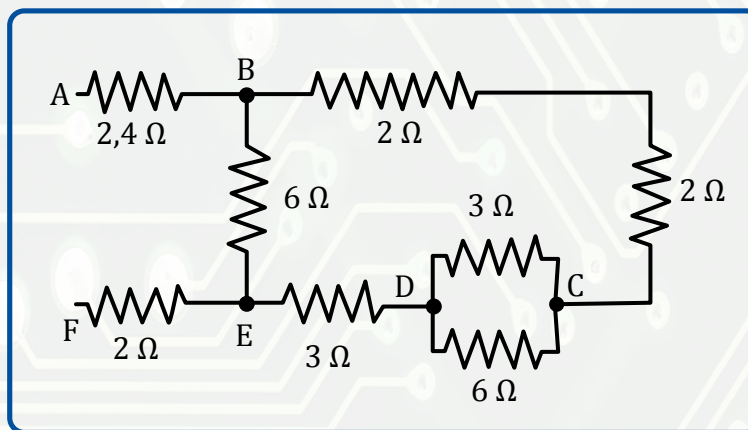

Figura 1.33. Ejercicio 1.
1. Para el siguiente circuito determinar la resistencia equivalente total para el conjunto de resistencias mostradas en la figura 1.33.